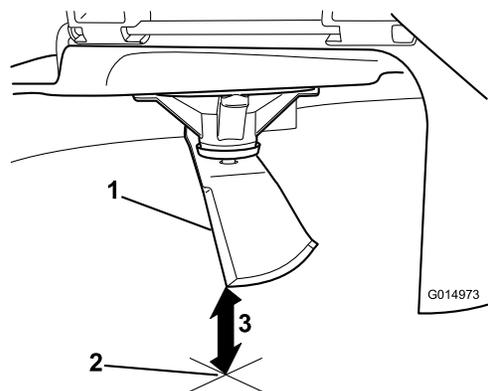

Figura 62
5. Mida desde la punta de la cuchilla hasta la superficie plana (**Figura 62**).